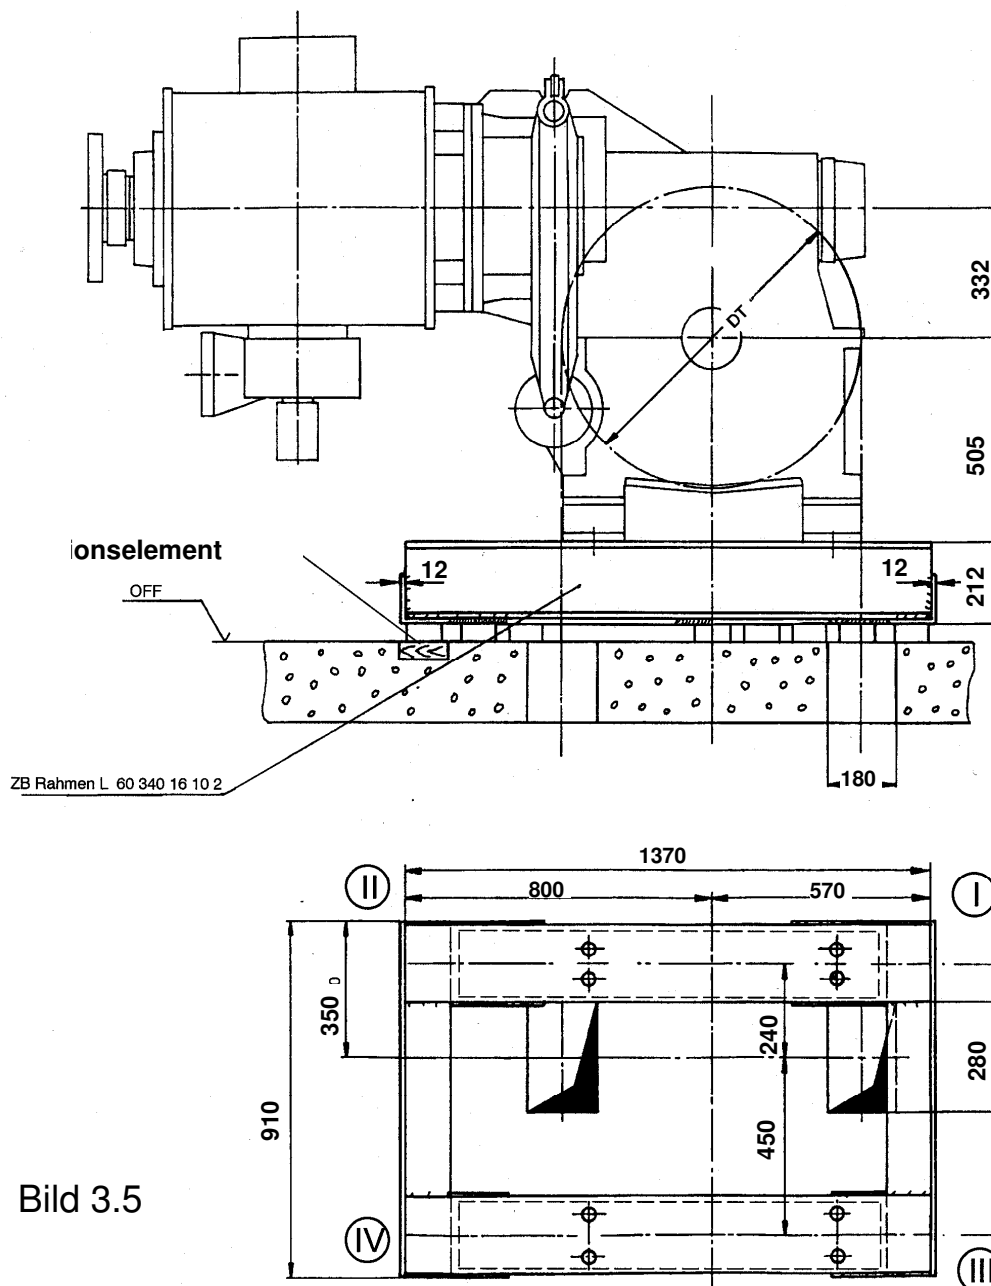

Bild 3.5
1. **Ohne Seilrolle**, für direkten Seilabgang Fahrkorb – Gegengewicht, oder 2:1 Aufhängung. Ausführung siehe Tabelle 1, Darstellung in Bild 3.5